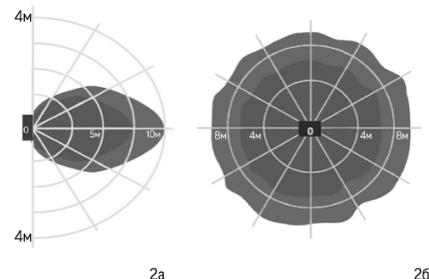

Рисунок 2
- ▶ На рисунке 2 показаны схемы зоны активности датчика при установке светильника на стену (рис. 2а) и на потолок (рис. 2б).